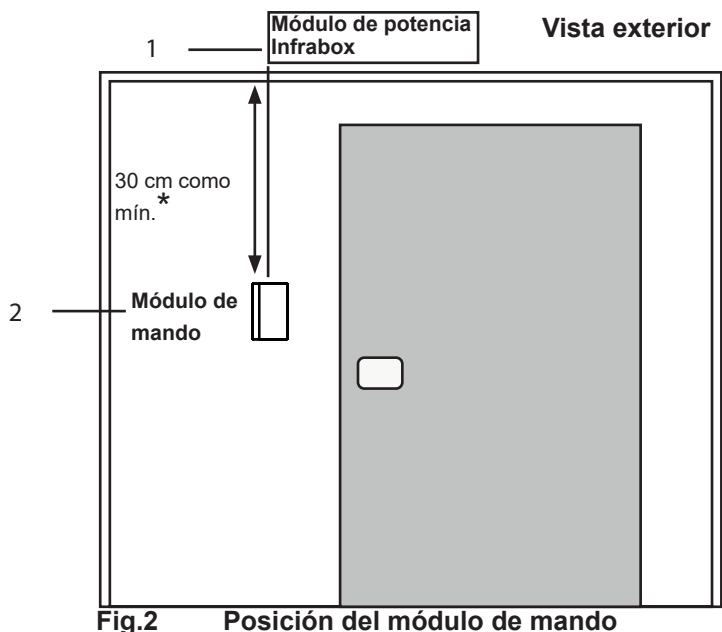

Fig.2 Posición del módulo de mando
El módulo de mando 2 del control de infrarrojos se monta en la pared exterior de la cabina a una distancia máxima de 10 metros con respecto al módulo de potencia 1 (véase la Fig. 2). Para el montaje se necesita, por ejemplo, una sierra de calar convencional, con la que se abrirá el hueco necesario para el módulo de mando. El módulo de mando se puede montar tanto dentro de la cabina como fuera de ella.
* Si se monta dentro de una cabina de infrarrojos, se debe respetar una distancia mínima de 30 cm con respecto al techo de la cabina (véase Fig.2 Posición del módulo de mando, en la página 11).